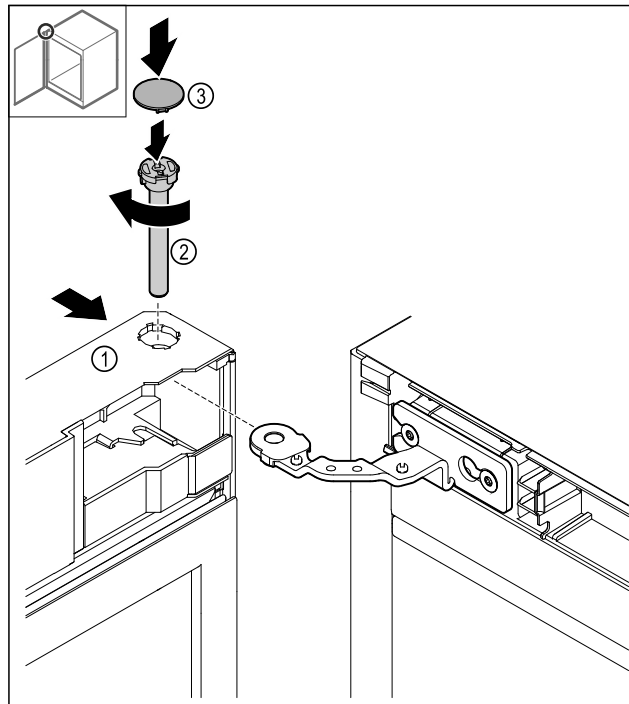

Fig. 47
- ▶ Ωθήστε την πόρτα Fig. 47 (1) επάνω στον μεντεσέ.
- ▶ Τοποθετήστε τον πείρο Fig. 47 (2) και σφίξτε τον δεξιό-στροφα.
- ▶ Τοποθετήστε το κάλυμμα Fig. 47 (4).